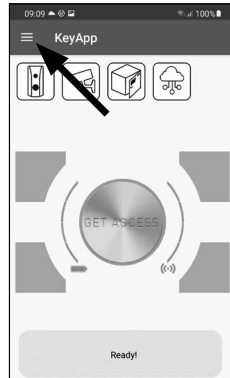

Fig. 53
- ① Open the main menu (Fig. 53).